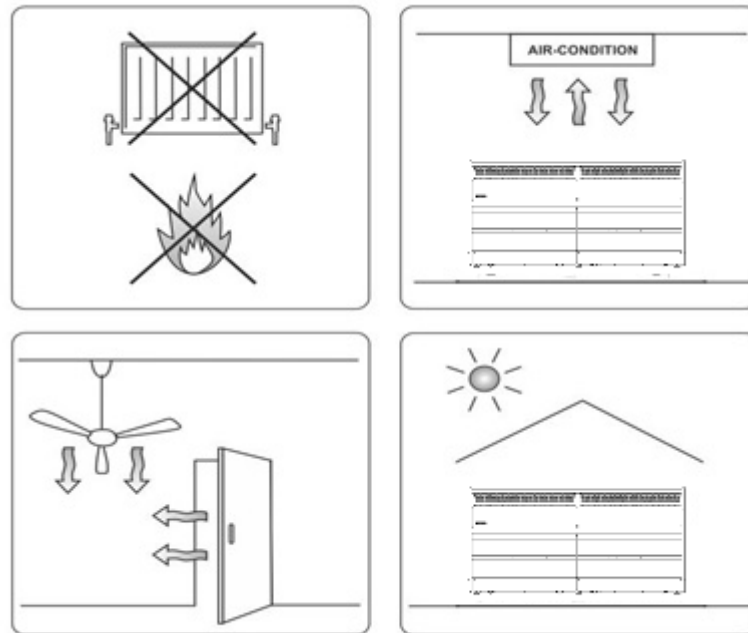

Рисунок 3 – Розміщення вітрини
**ЗАБОРОНЯЄТЬСЯ!** Встановлювати вітрину в місцях (рис. 3) :